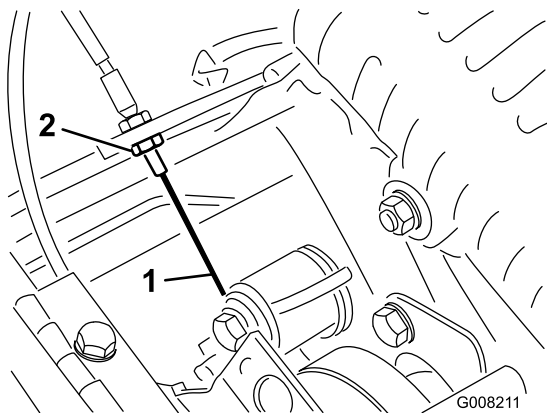

Figura 43
3. Para aumentar la tensión del cable, afloje la contratuerca delantera del cable y apriete la contratuerca trasera del cable (Figura 43) hasta que la fuerza necesaria para engranar el control de tracción sea de 3 a 4 kg. Mida la fuerza en el pomo de control.